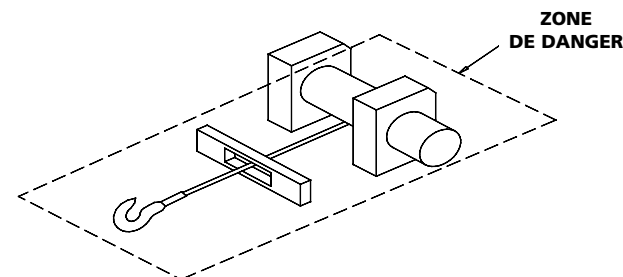

Fig. 1
3. Soyez conscient de la zone de danger. La zone de danger correspond à l'espace du tambour de câble métallique en rotation, du guide-câble (si inclus), du câble métallique, du crochet et du moteur (voir la fig. 1). Libérez d'abord la tension sur la charge, puis déconnectez le commutateur de commande avant de mettre vos mains à l'intérieur ou autour de la zone de danger.